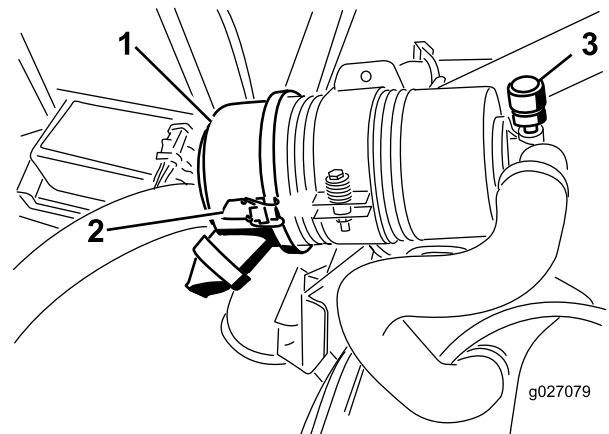

Figura 51
Revise el filtro del limpiador de aire únicamente cuando el indicador de mantenimiento (Figura 51) lo requiera. El cambiar el filtro antes de que sea necesario sólo aumenta la posibilidad de que entre suciedad en el motor al retirar el filtro.
1. Abra los enganches que fijan la tapa del limpiador de aire a la carcasa del limpiador de aire (Figura 51).